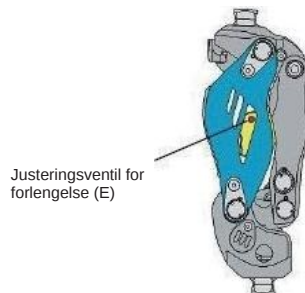
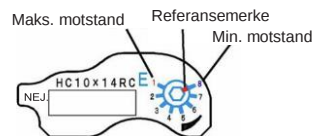

Fig. 13 Plasseringen av forlengelsesjusteringsventilen
Fig. 14 Gradert skala for justering av forlengelsesventilen
Juster forlengelsesmotstanden hvis det oppstår en terminal påvirkning på slutten av svingfasen. Som vist i fig. 13 er forlengelsesjusteringsventilen (E) plassert til venstre sett fra brukeren. Som vist i fig. 14 er skalaen gradert fra "1" til "8". "1" tilsvarer den høyeste hydrauliske motstanden, og "8" tilsvarer den laveste.